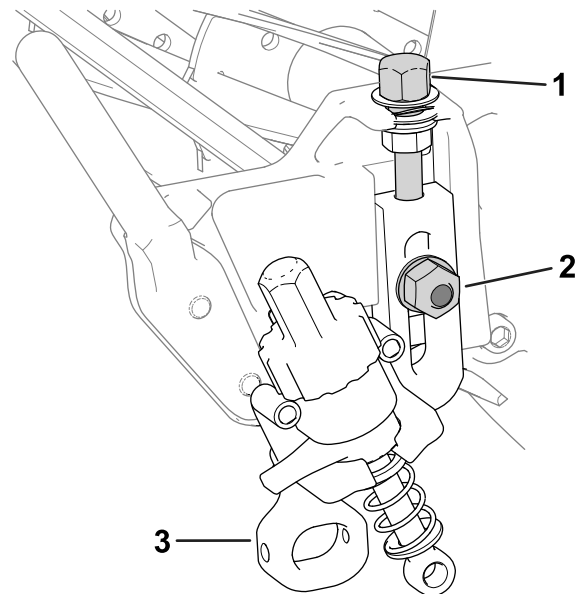

Figura 11
1. Enrosque los tornillos de ajuste de la altura de corte que retiró anteriormente en la parte superior de los conjuntos de altura de corte (Figura 11).
2. Instale los conjuntos de altura de corte en las placas laterales de la unidad de corte con los pernos avellanados, las tuercas con arandela prensada y las arandelas especiales que se retiraron anteriormente (Figura 11).